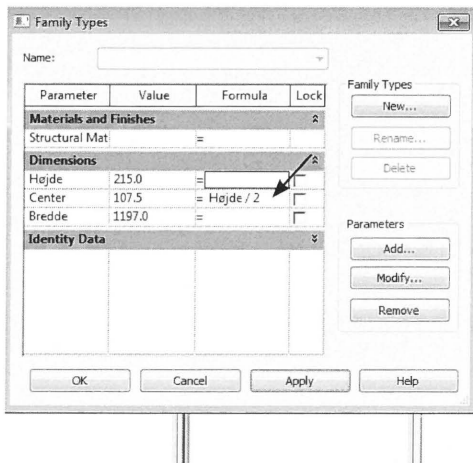

Fig. 09.09.
- Sæt derefter en *Parameter* på dette mål der hedder *Center* (Fig. 09.09).
- Gå i *Family Types* og indtast formlen: $Højde/2$ efter *Center* parameteren (Fig. 09.09).